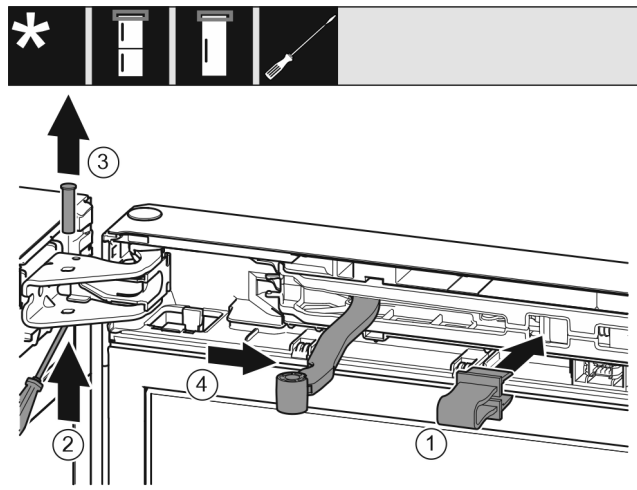

Fig. 9
- Varovalo Fig. 9 (1) zatakните v odprtino.
- Potisnite sornik Fig. 9 (2) ven.
- Izvlecite sornik Fig. 9 (3) v smeri navzgor.
- Zavrtite zgibni del Fig. 9 (4) v smeri vrat.